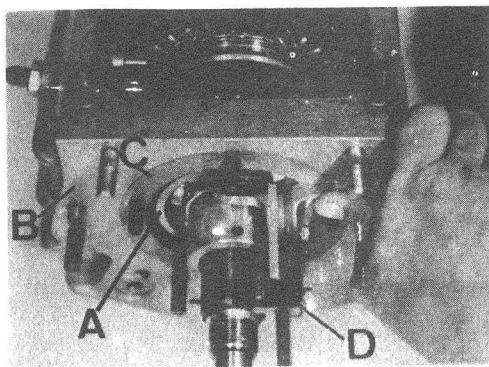
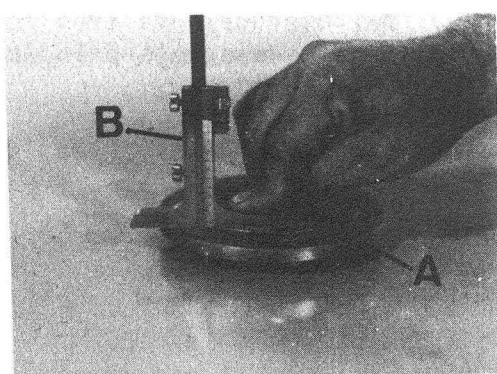

Fig. C1-99 Cálculo arandelas ajuste
Fig. C1-100 Cálculo arandelas ajuste
3.4.1. Medir la profundidad de la pista exterior del rodamiento, A (Fig. C1-99) con relación el plano del cárter, B, donde se acoplará la tapa porta-retén, teniendo en cuenta que la junta, C, tiene que estar superpuesta.
3.4.2. Medir la altura del resalte de la tapa, A (Fig. C1-100) el cual mantiene el rodamiento en posición.
3.4.3. La diferencia entre la medida obtenida sobre el rodamiento, A (Fig. C1-99) y la obtenida en el resalte de la tapa, A (Fig. C1-100), será el espesor de arandelas de ajuste necesarias para proceder al montaje de la tapa, si bien se puede aumentar el espesor de arandelas, 0,10 mm que es el apriete máximo permitido, que puede llevar este rodamiento.